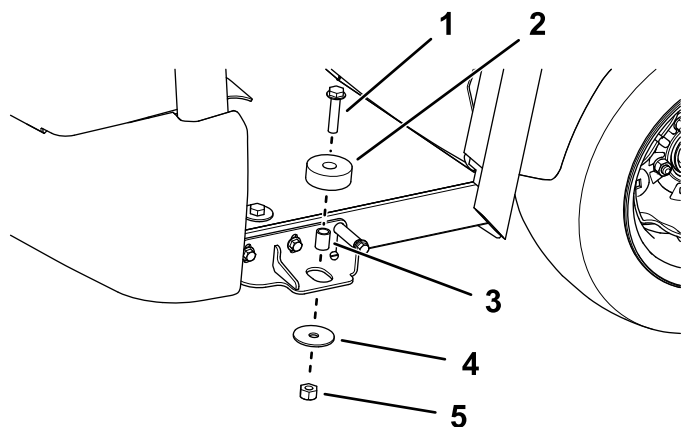

Bild 28
6. Befestigen Sie die zwei Gummi-Isolatoren mit einer Bundkopfschraube (1/2" x 2 1/4"), einem Distanzstück, einer Sicherungsmutter an jeder Seite (**Bild 28**).